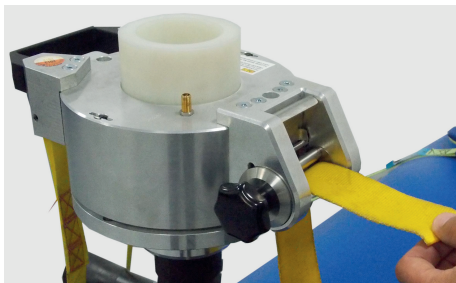

Abb. 6
- Loses Ende des Spanngurts **(6)** in die Aufziehrollen **(11)** am Sterngriff **(4)** einfädeln (siehe Abb. 6) und durch Drehen am Sterngriff **(4)** im Uhrzeigersinn Gurt vorstraffen.